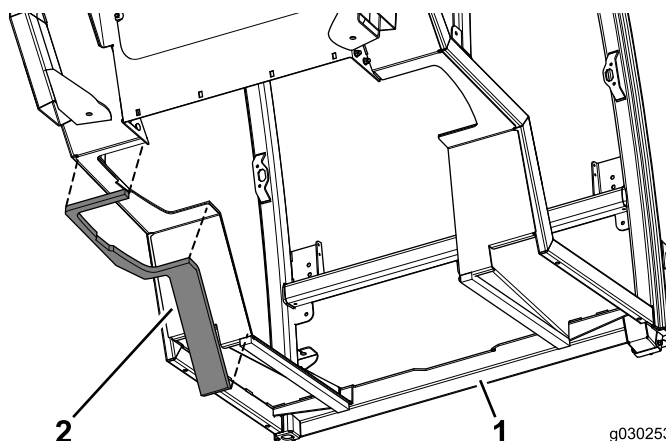

Figura 12
3. Aplique o vedante esquerdo no lado esquerdo da cabina (Figura 12).